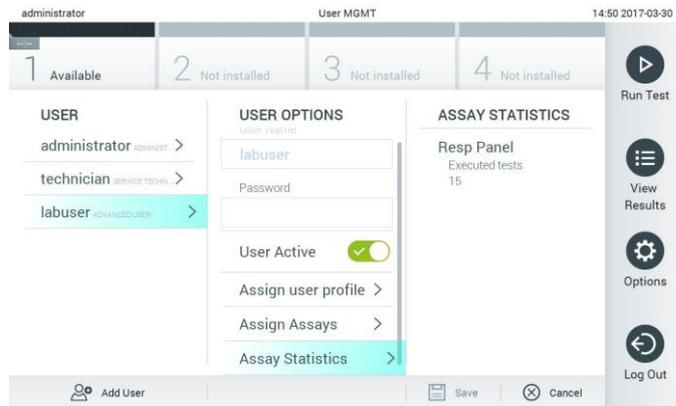

Figura 51. Visualización de estadísticas de ensayos.
- Assay Statistics (Estadísticas del ensayo): muestra el número de veces que el usuario seleccionado realizó un ensayo (figura 51).